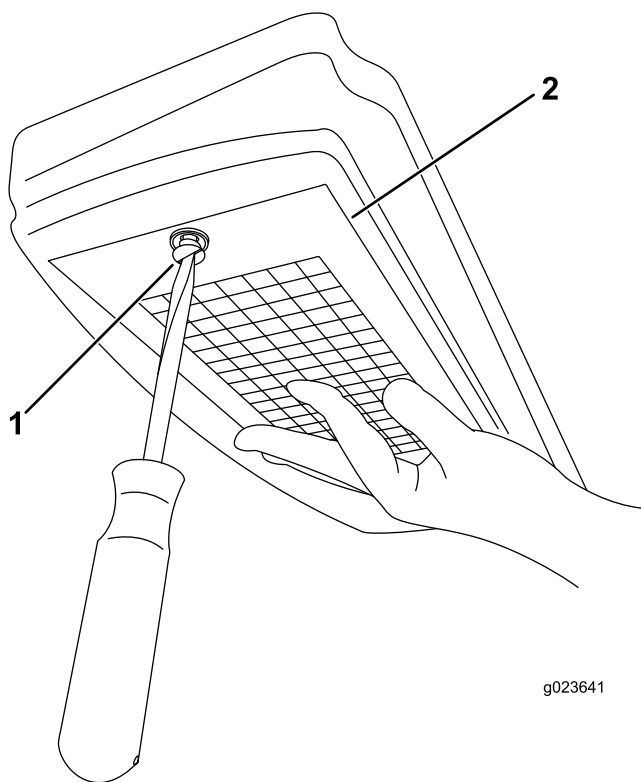

Рисунок 162
3. Отверните винт и снимите крышку воздушного фильтра (Рисунок 162).